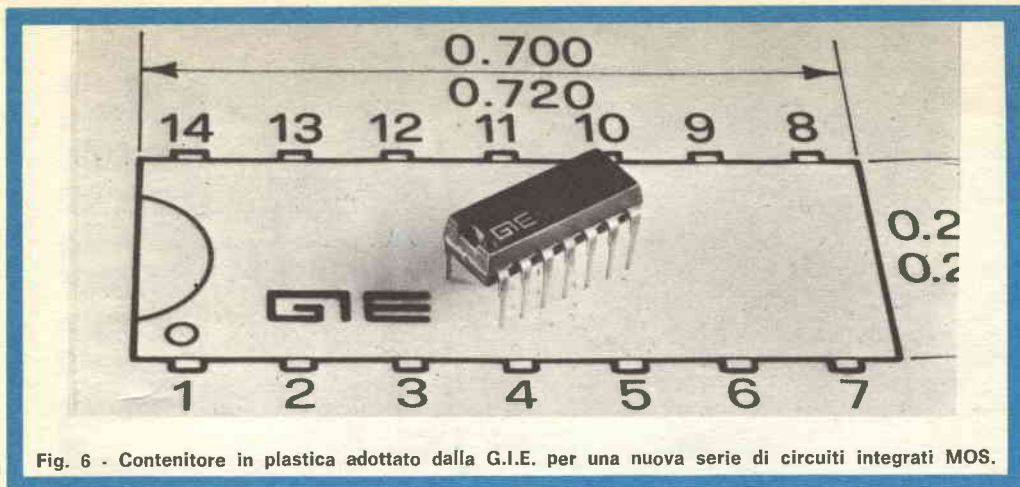

Fig. 6 - Contenitore in plastica adottato dalla G.I.E. per una nuova serie di circuiti integrati MOS.
**Microcircuiti LSI - MOS** - L'impiego di contenitori plastici nei dispositivi LSI-MOS (fig. 6) ha permesso alla General Instrument Europe di progettare una nuova serie di microcircuiti a basso costo, il cui prezzo ha subito una riduzione dell'ordine del 60% rispetto ai dispositivi analoghi preesistenti.